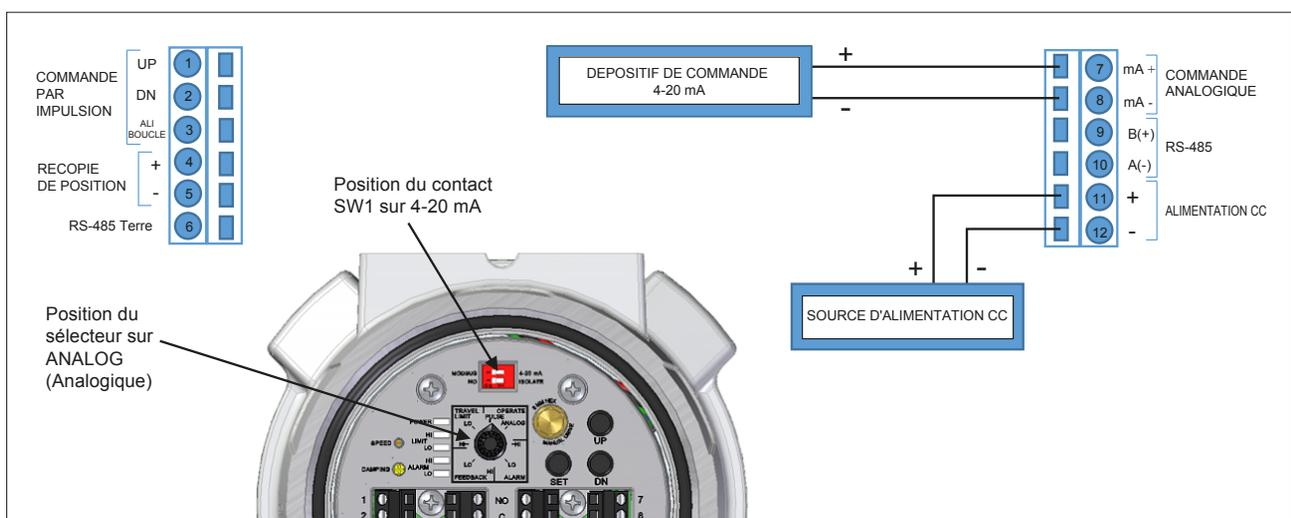

Figure 5 Commande analogique 4-20 mA
- 2.1 Connectez une source de signal 4-20 mA aux bornes d'entrée de la commande analogique. (voir la figure 5.)